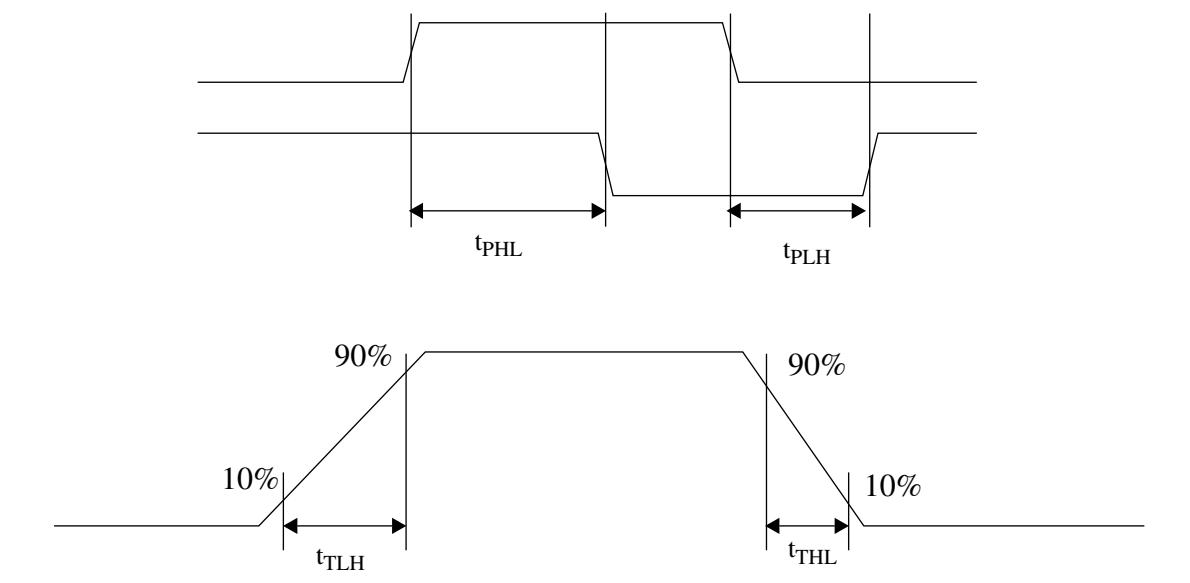

Figura 7.1.- Esquema de los parámetros temporales.
- Parámetros temporales (figura 7.1).